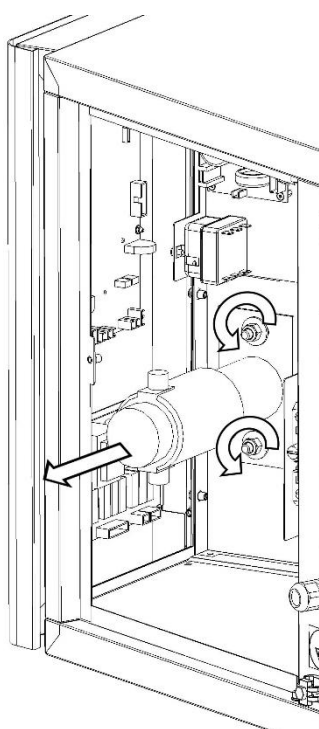

Fig.14B
5. Svitare i dadi di fissaggio del supporto, sfilare il motore e sostituirlo (Fig.14B).